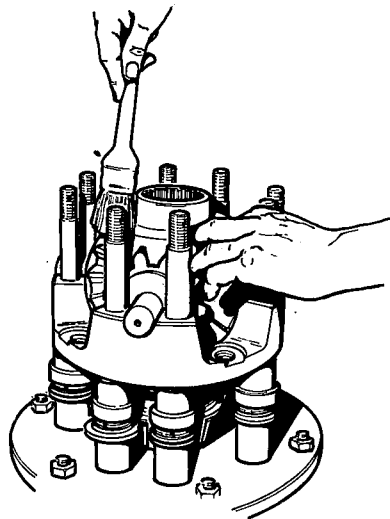
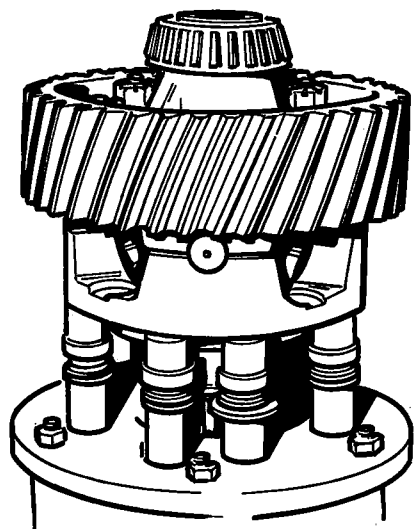

Fig. 23
Fig. 24
- Breng achtereenvolgens de drukring (40), het planeetwiel (30), het kruisstuk (39) met de satellieten (32), de lagerbussen (31) en de drukringen (33), het planeetwiel (58) en de drukring (59) aan, alle met molybdeendisulfide vet (fig. 23).
- Breng de satellietenhuisheft (29) aan. Zorg ervoor dat de merktekens tegenover elkaar liggen.
- Breng de moeren (35) aan en haal ze aan met het hierboven genoemde aanhaalkoppel (fig. 24).